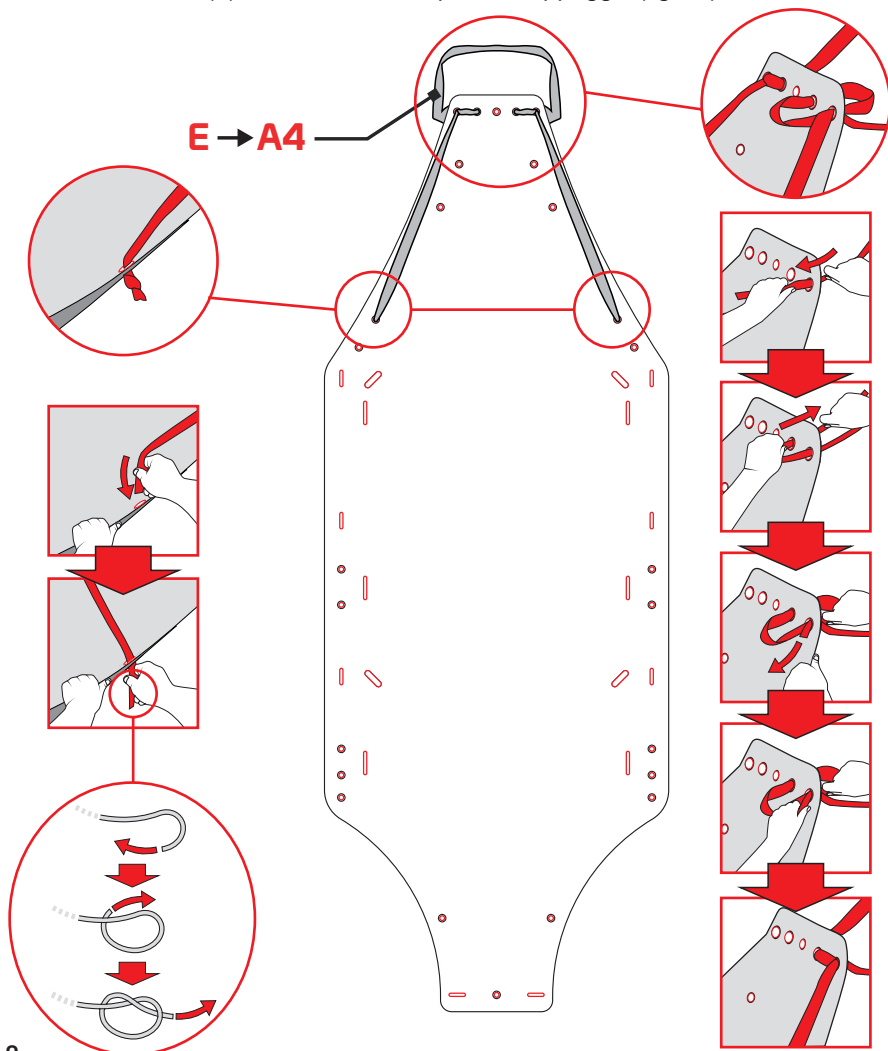

Fig.8
- inserire la fettuccia (E) nei fori A4 del piano di appoggio (fig. 8).